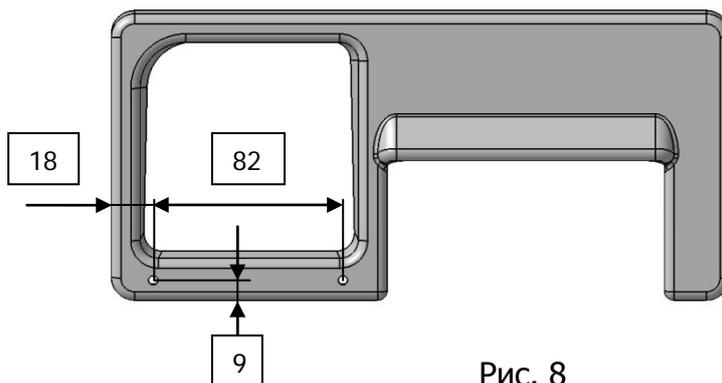
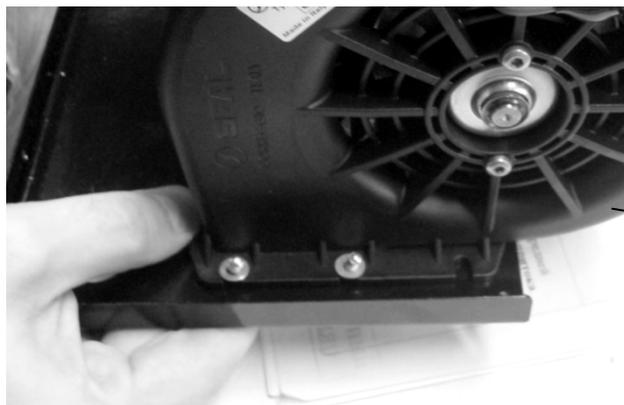

Рис. 8
Рис. 9
4.6 Выполнить в кожухе воздухозаборника 06-212505-10 два отв.  $\varnothing 4,2$  по разметке (рис. 8) или по шаблону (рис. 9) приложение №4.